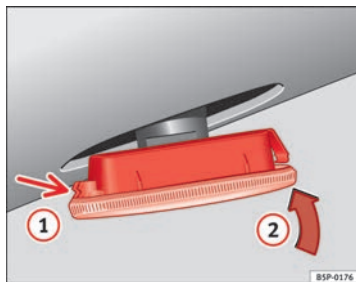

Fig. 168 Indicatori di direzione laterali
- Collocare l'intermittente nel foro della carrozzeria, incastrando le linguette ① ⇒ fig. 168, e successivamente inserire la lampada come indicato dalla freccia ② ⇒ fig. 168.. ■